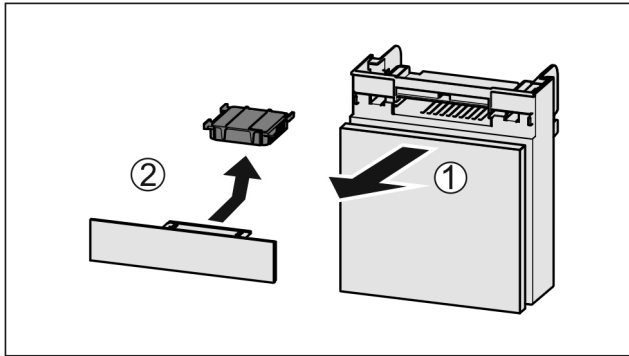

Fig. 83
- ▶ Wyciągnąć Fig. 83 (1) komorę do przodu.
- ▶ Wyjąć Fig. 83 (2) filtr z węglem aktywowanym.